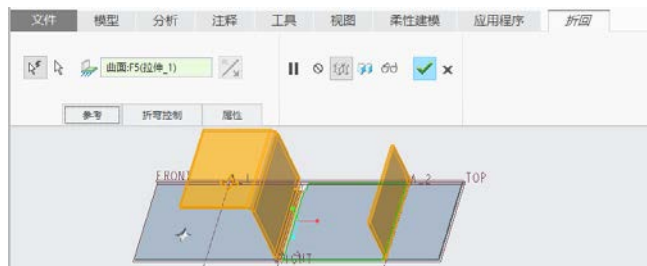

图 1-303 接受“折回”选项卡中的相关默认设置
(1) 在功能区的“模型”选项卡中单击“折弯”组中的  (折回) 按钮，打开“折回”选项卡。此时，“折回”选项卡中的相关默认设置如图 1-303 所示，即自动全选折弯几何，并默认指定固定形状区域。